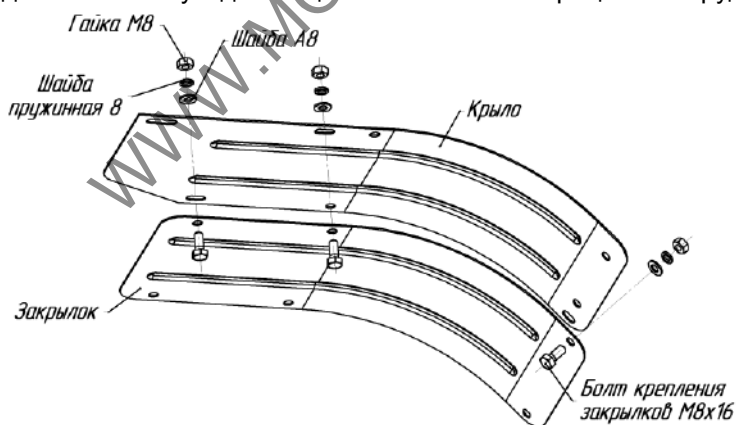

Рис.9. Схема крепления закрывков (дополнительных крыльев)
30. Защитные устройства и щитки должны быть установлены на соответствующие места и надежно закреплены с помощью исправного стандартного инструмента (рис.9).
12. При работе с фрезами-культиваторами необходимо установить закрывки (рис.9).